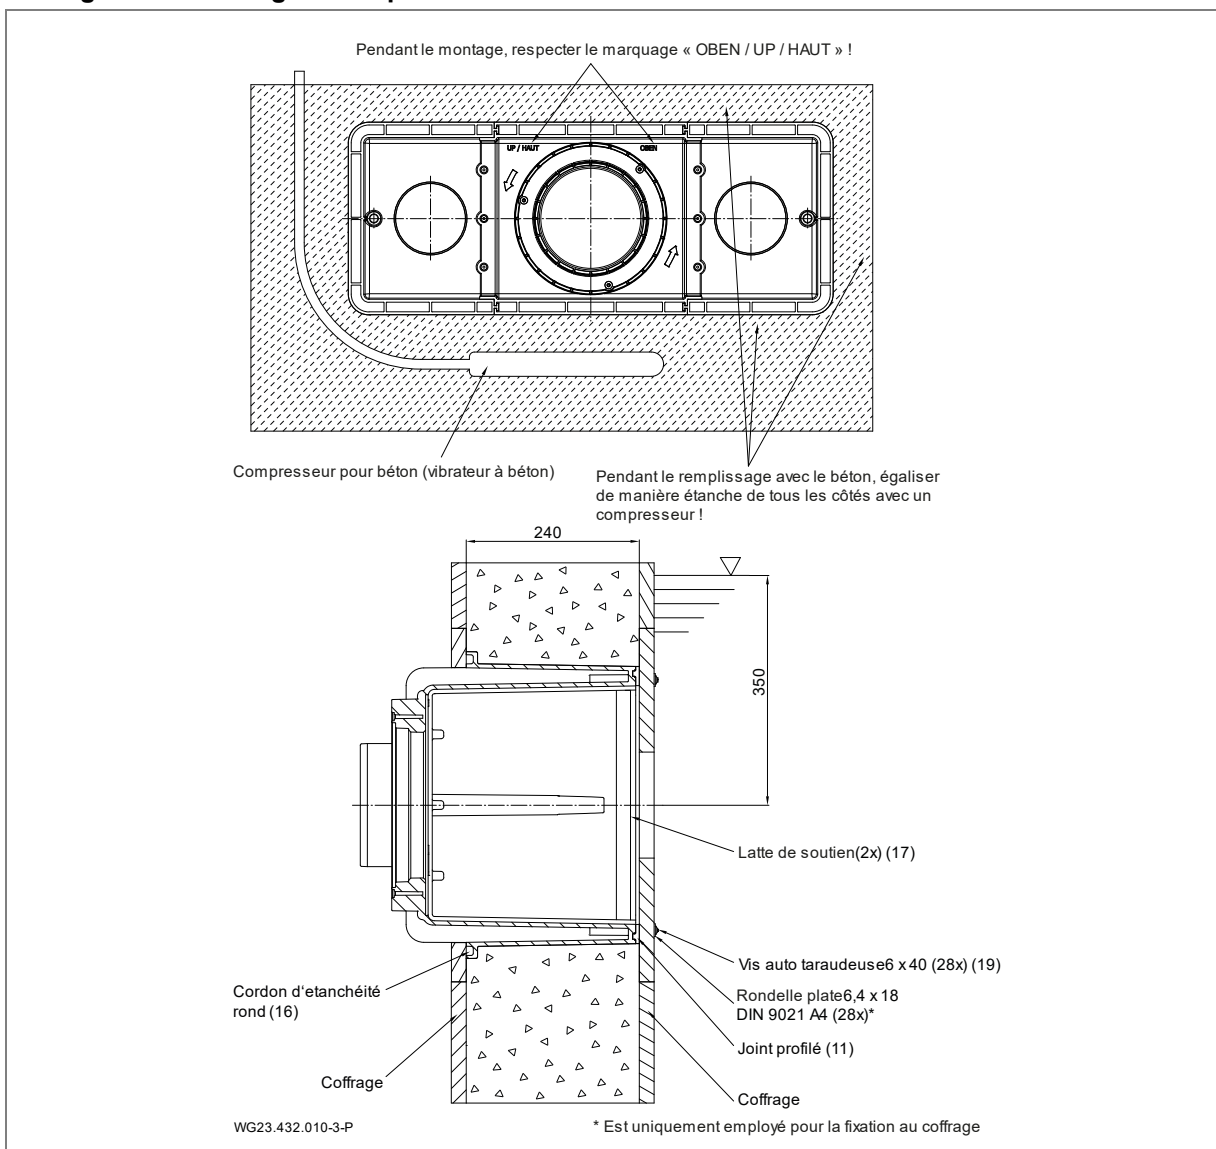

Fig. 6
Pour l'étanchement par rapport au mur en béton, il est recommandé de créer un anneau en résine époxy / sable silicieux sur tout le pourtour de la paroi extérieure côté bassin du boîtier (1). Voir "Fig. 6", page 15